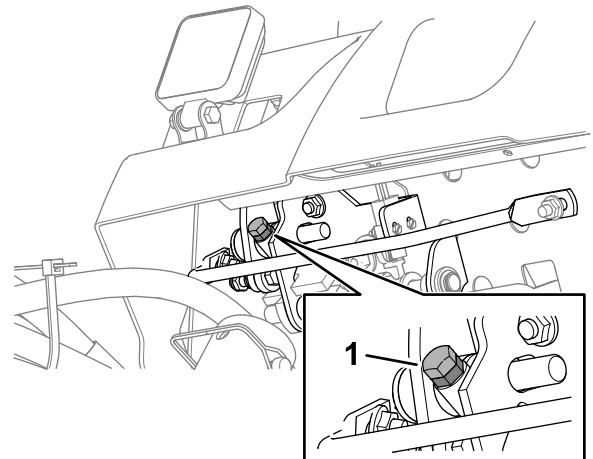

Figura 91
- Para diminuir a velocidade de corte, rode o parafuso de paragem de velocidade (Figura 91) no sentido dos ponteiros do relógio.